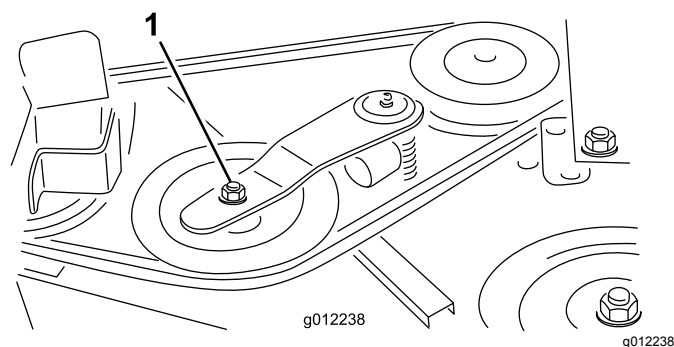
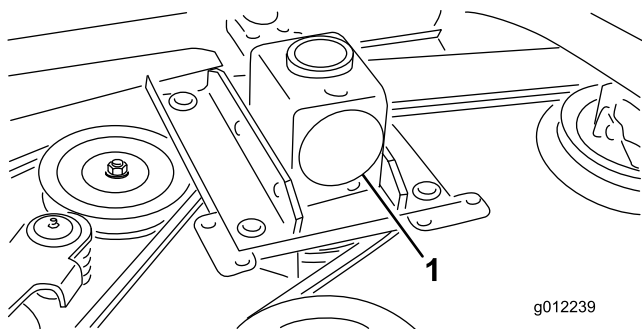

Figure 31
Figure 32
2. À l'aide d'une clé dynamométrique ou d'un outil similaire, éloignez la poulie de tension (Figure 31) de la courroie d'entraînement pour détendre cette dernière et pouvoir la déchausser de la poulie du boîtier d'engrenages (Figure 32).